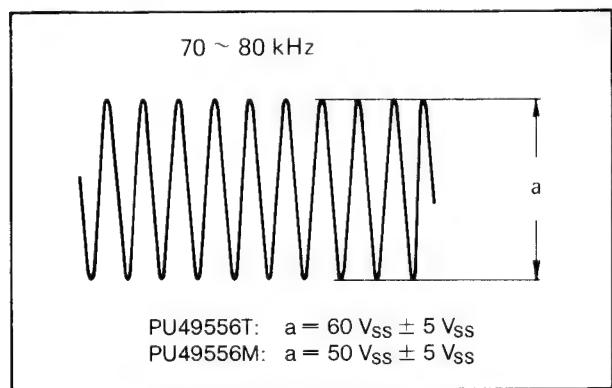

Bild 3-34
3. Tastkopf an TP 5, mit R 70 bei Kennbuchstaben T $60 V_{ss}$ und bei Kennbuchstaben M $50 V_{ss}$ einstellen (Bild 3-34).